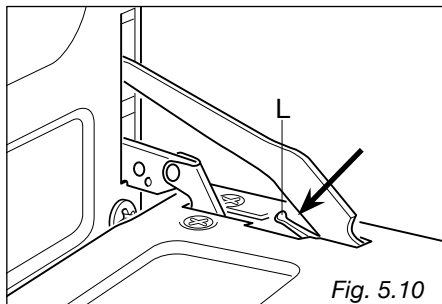

Fig. 5.10
- Poussez le levier « L » vers le bas et, en le gardant dans cette position, refermez lentement la porte pour bloquer la charnière (fig. 5.10).